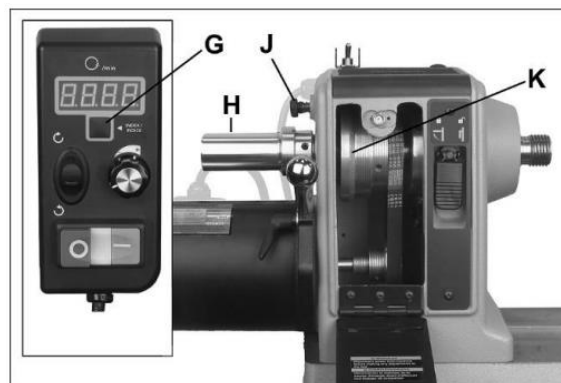

Рисунок 8-4: делительное приспособление
Для информации о положении делительного приспособления на верхний шкив (К, рис. 8-4) нанесены цифры от 1 до 24.
2. Нажмите кнопку установки положения делительного приспособления (G, Рис. 8-4). Режим установки частоты вращения шпинделя на дисплее сменится на режим установки положений делительного приспособления.
4. Вставьте стопорный штифт (J, Рис. 8-4) и слегка покрутите заготовку, чтобы штифт вошел в отверстие. Закрутите стопорный штифт (J) в переднюю бабку, чтобы заблокировать шпиндель.
6. Нажмите кнопку установки положения делительного приспособления (G), чтобы установить его в начальную точку.
7. Выкрутите стопорный штифт (J), чтобы разблокировать шпиндель, затем поворачивайте заготовку, пока на дисплее не отобразится номер следующего нужного отверстия.